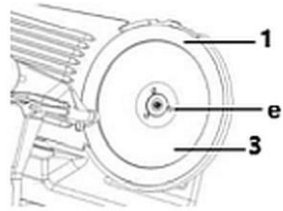

Abb. 13
4. Zur Abnahme des Schneidmessers (1) lösen Sie die 3 Feststellschrauben (e) mit einem geeigneten Schraubendreher (Abb. 13).
5. Hängen Sie das Schneidmesser (1) vorsichtig aus.
6. Reinigen Sie die Schneidmesserabdeckung (3) und das Schneidmesser (1) mit warmem Wasser und einem neutralen Reinigungsmittel. Verwenden Sie einen Schwamm, eine geeignete Reinigungsbürste oder ein weiches Tuch. Spülen Sie mit klarem Wasser nach.
7. Reinigen Sie den Messerschutzing (2) mit warmem Wasser und neutralem Reinigungsmittel. Wischen Sie mit klarem Wasser nach. Lassen Sie die gereinigten Teile lufttrocknen oder trocknen diese mit einem Tuch ab.
8. Montieren Sie nach der Reinigung das Schneidmesser (1) mit den 3 Feststellschrauben (e), die Schneidmesserabdeckung (3) mit der Schraube (d) wieder am Gerät unter Einhaltung der richtigen Position.